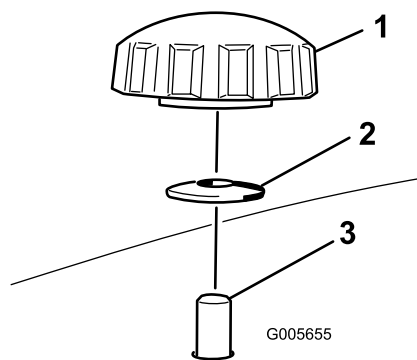

Figure 5
2. Montez le déflecteur gauche sur le plateau et fixez les goujons sur le déflecteur par le haut du plateau de coupe au moyen de 2 boutons et rondelles bombées (côté bombé face au plateau de coupe), comme illustré (Figure 4 et Figure 5).
3. Insérez le déflecteur droit par l'ouverture d'éjection et fixez-le en place avec 2 boutons et rondelles bombées (côté bombé face au plateau de coupe) comme illustré aux Figure 4 et Figure 5.